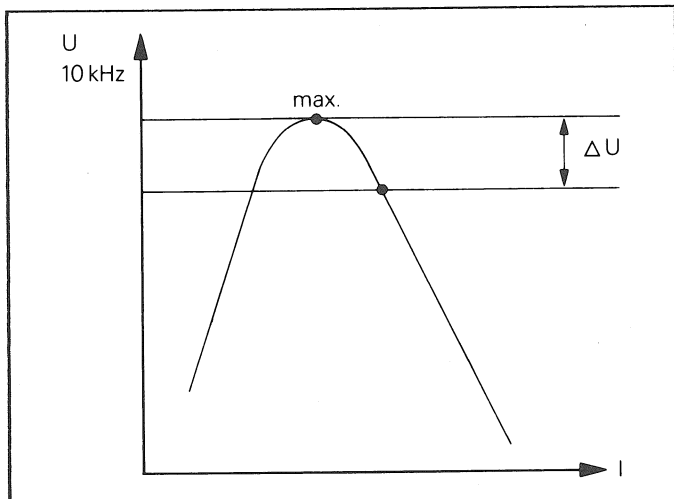

Fig. 12
- Continuer à tourner soigneusement dans le sens horaire jusqu'à ce que la différence de tension ( $\Delta U$ ) selon fig. 12 soit atteinte.
- Mettre l'appareil sur STOP et raccorder l'oscilloscope avec la masse au point de mesure 39 de l'EXTENDER BOARD et au PREAMPLIFIER BOARD à la broche 5 ICE103 (CH1) et la broche 5 ICE203 (CH2) (fig. 12).
- Régler L102 (CH1) ou L202 (CH2) pour le minimum de HF à l'oscilloscope (fig. 12).